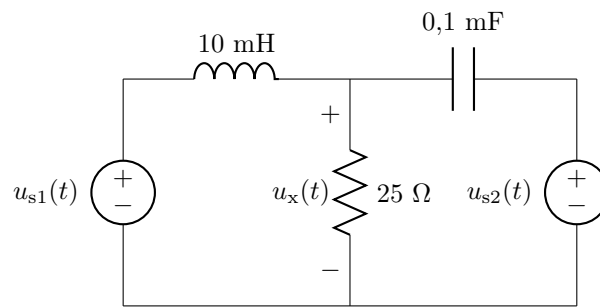

Figura 4.18: Circuito del problema 48.
48. En el circuito de la figura 4.18, encuentra  $u_x(t)$ , si  $u_{s1}(t) = 20 \cdot \cos 1.000t$  V y  $u_{s2}(t) = 20 \cdot \sin 1.000t$  V.